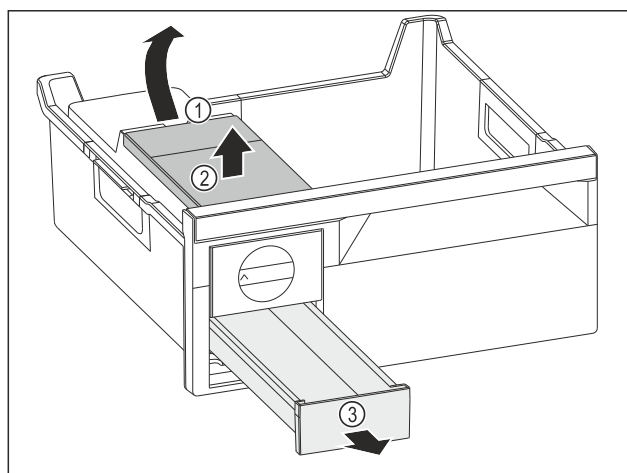

Fig. 77
- ▶ Retirer le réservoir d'eau : Soulever le réservoir d'eau hors de l'évidement Fig. 77 (1).
- ▶ Retirer le réservoir d'eau Fig. 77 (2) vers le haut.
- ▶ Retirer le compartiment à glaçons Fig. 77 (3) vers l'avant.